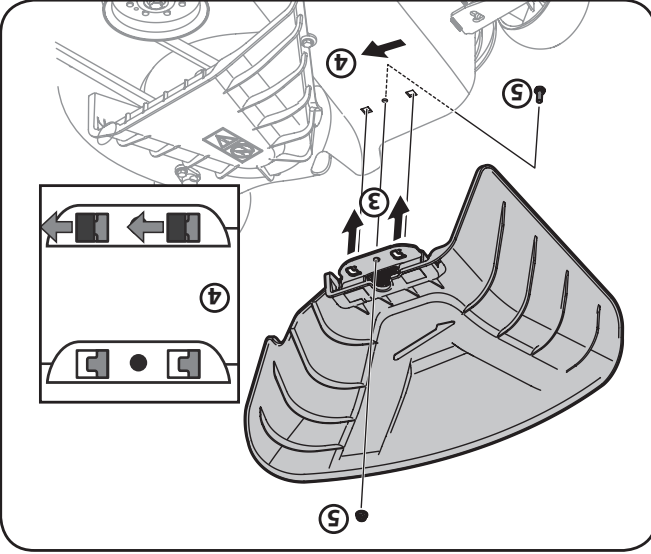

Figure 3-5 (50/54 po)
1. Enlevez le couvercle en plastique, le cas échéant, de la borne positive de la batterie et attachez le câble rouge à la borne positive (+) avec le boulon et l'écrou à six pans. Voir la Figure 3-5.
2. Enlevez le couvercle en plastique, le cas échéant, de la borne négative de la batterie et attachez le câble noir à la borne négative (-) avec le boulon et l'écrou à six pans. Voir la Figure 3-5.
4. Lorsque les pattes sont insérées dans les trous du plateau de coupe, glissez la goulotte d'éjection vers l'arrière de l'appareil jusqu'à ce que le trou du boulon sur la goulotte s'aligne avec le trou du plateau de coupe. Voir la Figure 3-5/Figure 3-6.
5. Fixez la goulotte d'éjection en place avec l'écrou autobloquant à bride et le boulon hexagonal retirés à l'étape 2. Serrez-les à un couple de 102-124 po-lb. Voir la Figure 3-5/Figure 3-6.
3. Placez la goulotte d'éjection sur le plateau de coupe en insérant les pattes de la goulotte d'éjection dans les trous du plateau de coupe. Voir la Figure 3-5 pour 50/54 po plateau de coupe et Figure 3-6 pour 42 po plateau de coupe.